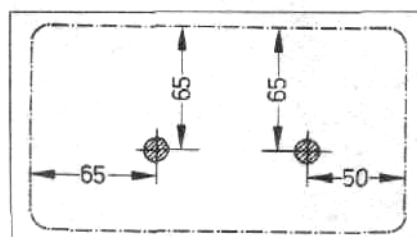

Рис. 10.56 Регулировки жиклера омывателя фар - левая сторона (Глава 36)
- 5 Если жиклеры заблокированы, снимите и прочистьте их сжатым воздухом. Проверьте чтобы жиклеры были отрегулированы, как это показано на иллюстрации (Рис. 10.56 и 10.57).